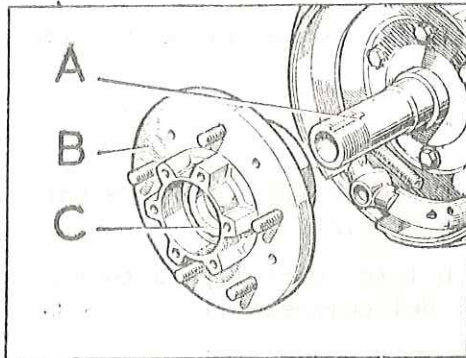

Fig. E -12 Desmontaje del conjunto
- 1.4. Manteniendo el cojinete exterior, C (Fig. E -12), en su sitio, se sacará el conjunto del buje, B, y cojinete.
- 4.1. Manteniendo el cojinete en su sitio, se deslizará el conjunto del buje y rodamiento sobre el manguito A (Fig. E -12).